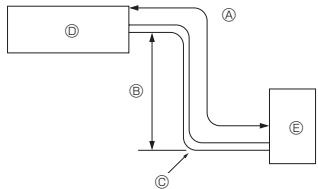

Fig. 2-1
2.1. Aukstumaļgenta caurule (Fig. 2-1)